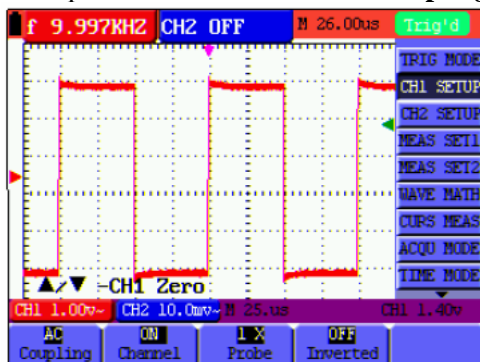

Рис. 17: Режим входа «связь по переменному току» (Закрытый/AC)
3. Нажмите **F1** для включения режима «Связь входа»/ **Coupling** (см. рис. 17).